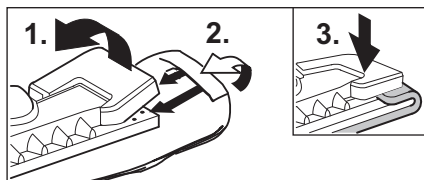

Fig. 12: Tendere lo strofinaccio
- Fissare lo strofinaccio (H3) alla bocchetta per pavimenti (H1). A tal fine piegare lo strofinaccio in senso longitudinale e poggiarvi sopra la bocchetta per pavimenti. Tirare una dopo l'altra le estremità sporgenti dello strofinaccio sotto le mollette di arresto (H2) (si veda fig. 12).